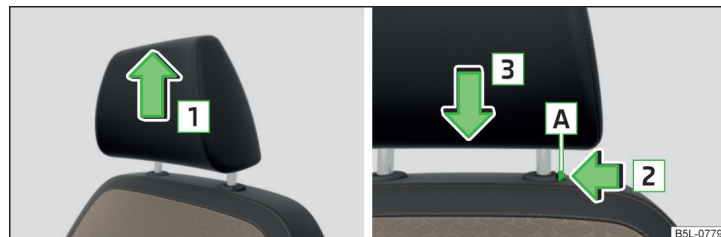

Fig. 67 Reglarea pe înălțime a tetierei
- Prindeți tetiera și deplasați-o **înspre în sus** în sensul săgeții **1** » fig. 67.